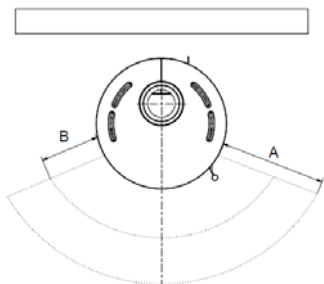

Fig. 8
Per gli elementi costruttivi, i mobili e i tessuti di arredamento in infiammabili situati nella zona di irraggiamento della stufa è necessario rispettare una distanza minima di **90 cm** (A), misurati dal bordo anteriore dell'apertura del focolare. La distanza di sicurezza si riduce ai **45 cm** (B) qualora di fronte all'elemento sia installata una protezione areata (v. fig. 8).